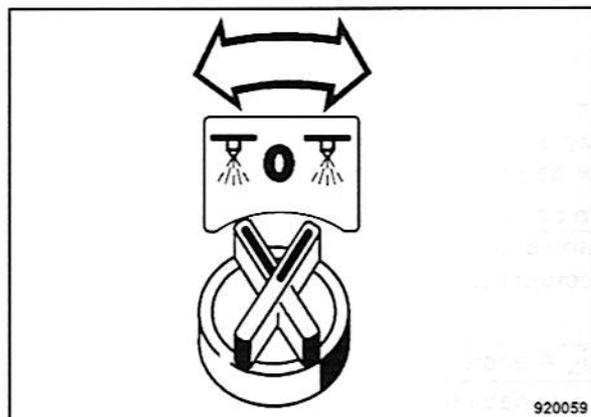

Fig. 92
- Girar el interruptor giratorio para el rociado (Fig. 92) hacia la izquierda o derecha.